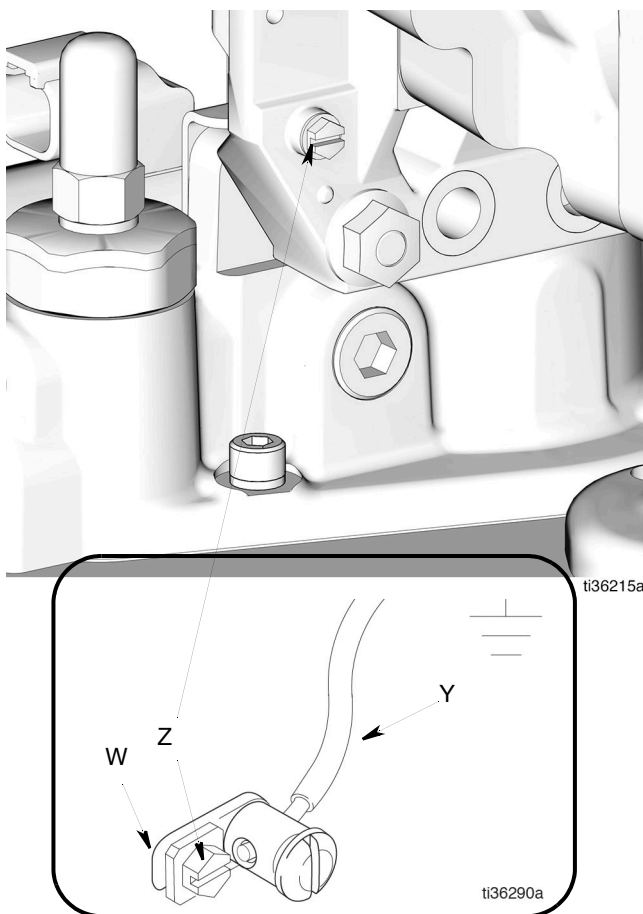

FIG. 1
Para conectar a tierra la bomba: quite el tornillo de conexión a tierra (Z) que se encuentra en la parte trasera de la caja de engranajes e insértelo por el ojo del terminal del anillo (W) en el extremo del cable de tierra (Y). Ajuste el tornillo de conexión a tierra (Z) en la bomba y apriételo firmemente. Conecte el otro extremo del cable de tierra (Y) a una toma de tierra fiable (FIG. 1). Para pedir un cable y una abrazadera de conexión a tierra, pida la pieza 222011.